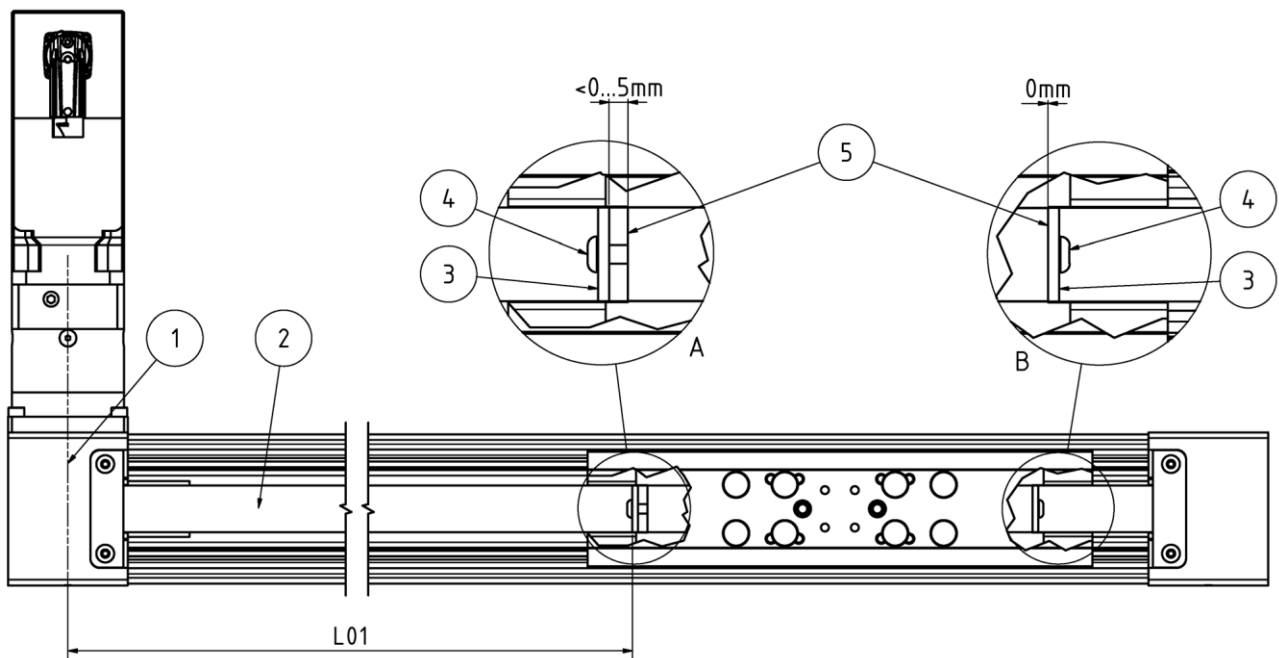

Abbildung 14: Zahnriemenspannung prüfen und einstellen
- ◆ Die freie Riemenlänge (Abbildung 14: Zahnriemenspannung prüfen und einstellen, L01) zwischen der Mittelebene der Zahnscheibe (Abbildung 14: Zahnriemenspannung prüfen und einstellen, Pos 1) und des Riemenspannelementes (Abbildung 14: Zahnriemenspannung prüfen und einstellen, Pos 3) messen.
- ◆ Die gemessene Riemenlänge (Abbildung 14: Zahnriemenspannung prüfen und einstellen, L01) sowie das Riemengewicht (siehe Tabelle 14: Kenndaten Zahnriemen) in das Riemenspannungsmessgerät eintragen. Hierzu werden die Messgeräte "Sonic 507c" der Firma Gates bzw. "Trummeter" der Firma Hilger&Kern empfohlen. Zur präzisen Messung der Zahnriemenspannung ist die Bedienungsanleitung des Messmittels unbedingt zu beachten.
- ◆ Je nach Zahnriemenvorspannung ist die Spannschraube im Läufer (Abbildung 14: Zahnriemenspannung prüfen und einstellen, Pos. 4) vorsichtig zu- bzw. aufzudrehen.
HINWEIS Eine der Spannschrauben ist von Werk aus auf Anschlag gedreht (Abbildung 14: Zahnriemenspannung prüfen und einstellen, Detailansicht B). Dies erkennen Sie daran, dass diese Spannschraube tiefer eingedreht ist und sich nicht weiter eindrehen lässt. Zum Erhöhen der Zahnriemenspannung muss die andere Spannschraube (Abbildung 14: Zahnriemenspannung prüfen und einstellen, Detailansicht A) eingedreht werden. Zum Reduzieren der Zahnriemenspannung, können beide Spannschraube gelöst werden. Die Riemenspannelemente (Abbildung 14: Zahnriemenspannung prüfen und einstellen, Pos. 3) dürfen beidseitig, nicht mehr als 5 mm herausstehen, da sonst die Montage der Stahlbandumlenkungen nicht möglich ist.
- ◆ Sind beide Spannschrauben auf Anschlag eingeschraubt (wie in Abbildung 14: Zahnriemenspannung prüfen und einstellen, Detailansicht B dargestellt) und die erforderliche Zahnriemenspannung noch nicht erreicht, ist der Zahnriemen (Abbildung 14: Zahnriemenspannung prüfen und einstellen, Pos. 2) um einen Zahn zu kürzen.
- ◆ Drehen Sie eine der Spannschrauben (Abbildung 14: Zahnriemenspannung prüfen und einstellen, Pos. 4) komplett heraus.
- ◆ Ziehen Sie den Zahnriemen mit dem Riemenspannelement (Abbildung 14: Zahnriemenspannung prüfen und einstellen, Pos. 3) vorsichtig aus dem Läufer heraus (je nach Ausführung ist das Riemenspannelement ein- oder zweiteilig).
- ◆ Setzen Sie den Zahnriemen (Abbildung 14: Zahnriemenspannung prüfen und einstellen, Pos. 2) mit dem Riemenspannelement (Abbildung 14: Zahnriemenspannung prüfen und einstellen, Pos. 3) wieder in den Läufer ein.
- ◆ Drehen Sie die Spannschraube (Abbildung 14: Zahnriemenspannung prüfen und einstellen, Pos. 4) ein, bis der Zahnriemen sich straft.